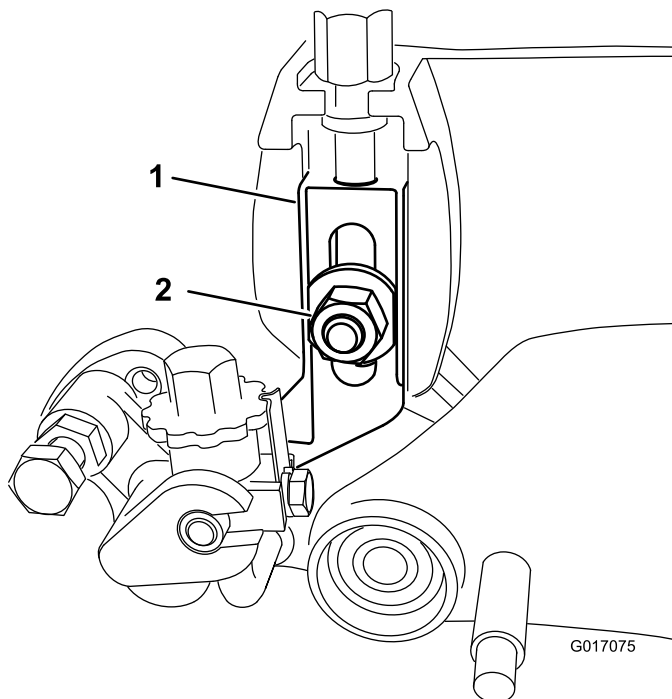

Figura 30
5. Retire o parafuso de cabeça plana, porca e anilha que prendem o conjunto do braço da altura de corte à placa lateral (Figura 30).